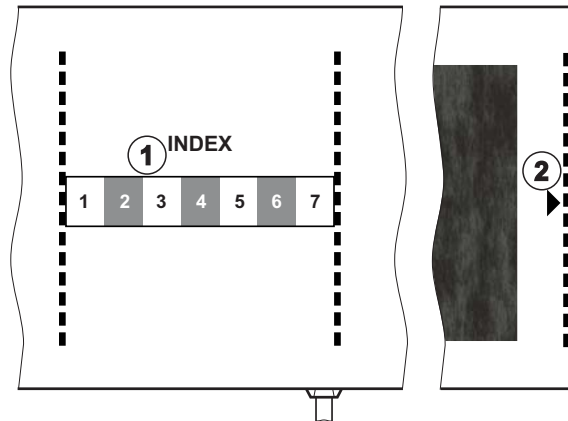

Bild 11-6 Markering för korrekt manschettstorlek
Manschettstorleken är rätt för patientens överarmsomkrets om den prickade linjen märkt med en pil (vid kanten av manschetten, se Bild 11-6, ②) sitter i det område som är märkt med "INDEX" (①) när manschetten tas på.